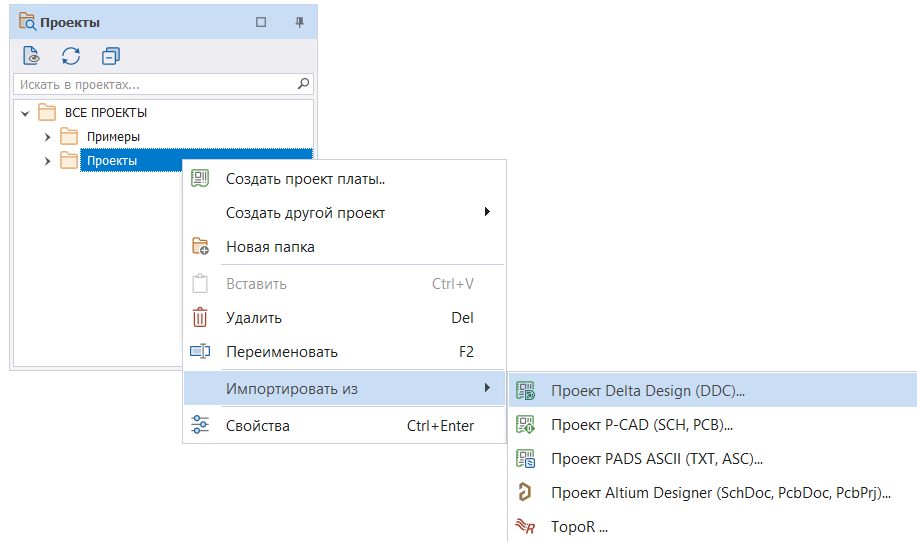

Рис. 53 Импорт проекта в формате \*.ddc
2. В контекстном меню раскройте раздел «Импортировать из» и выберите пункт «Проект Delta Design (DDC)...», Рис. 53.